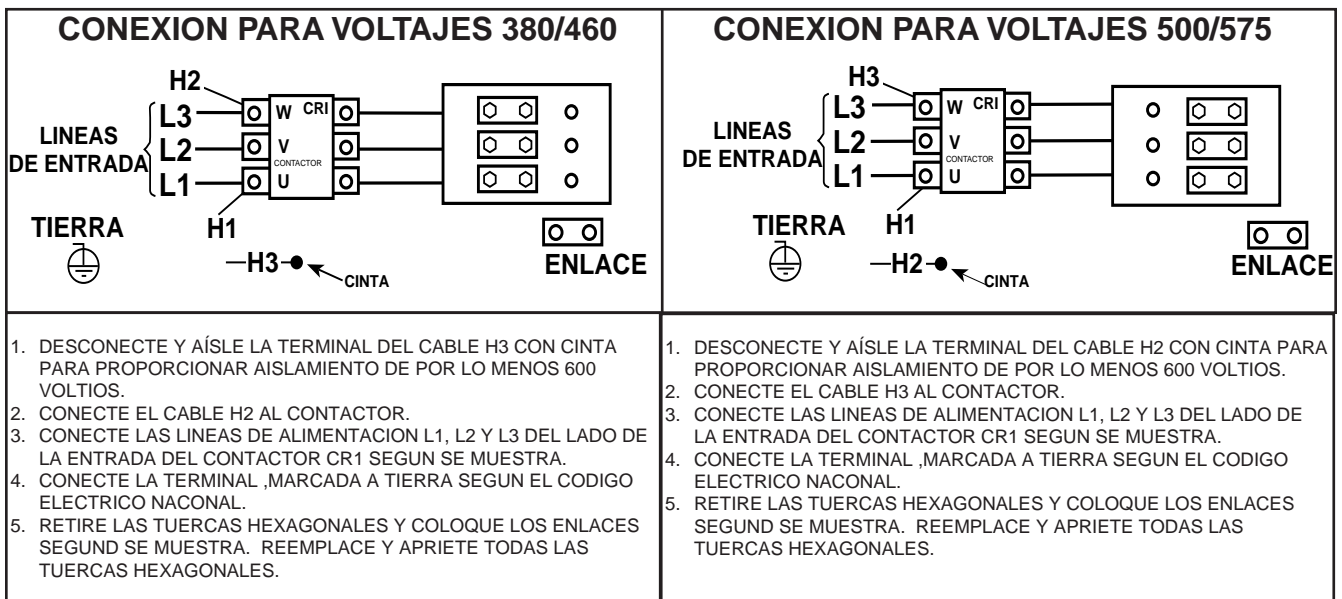

FIGURA A.6-Posiciones de la Tarjeta de Reconexión para Máquinas de 380/500, 460/575 VCA
3. Para 380/500-460/575, consulte la Figura A.6. (M15010)